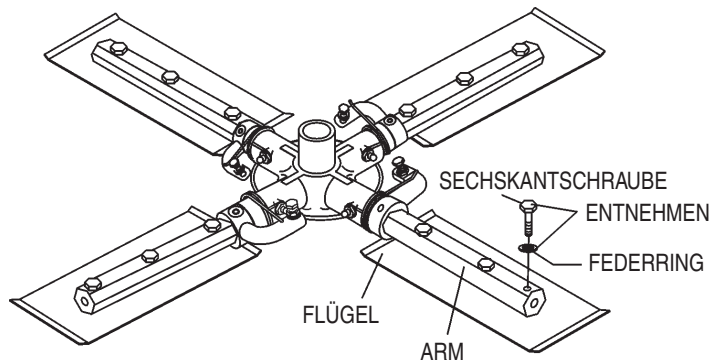

Abb. 30. Glättflügel
1. Glättflügel durch Lösen der drei Sechskantschrauben (Abb. 30) vom Flügelarm demontieren. Flügel aufbewahren.